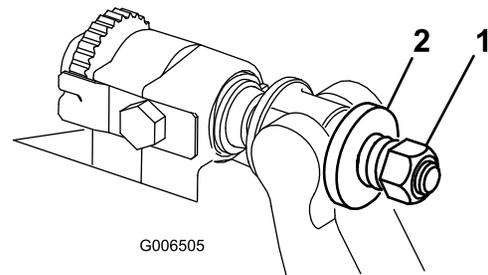

Bild 29
4. Ziehen Sie die Federspannungsmutter an, bis die Feder zusammengedrückt ist, drehen Sie sie dann eine halbe Umdrehung heraus (Bild 29).